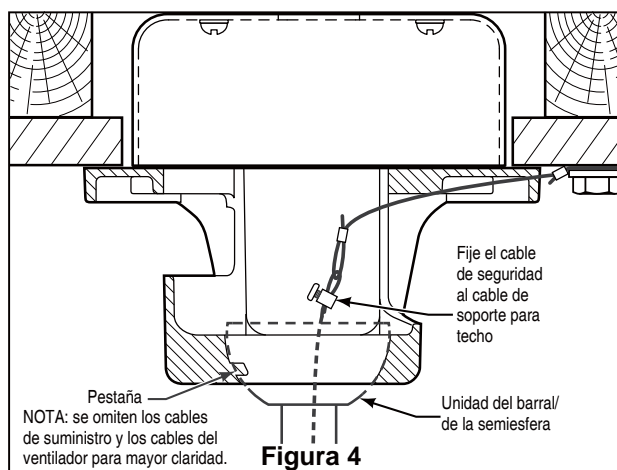

Figura 4
4. Coloque el soporte de la varilla y alinee los orificios de la clavija de horquilla en ambas piezas. Instale la clavija de horquilla y asegúrela con la pinza de horquilla. Fije los dos tornillos de presión y las tuercas de seguridad en el soporte de la varilla interior. (Figura 4)
4. Levante cuidadosamente el ventilador y coloque el ensamble de la bola para colgar/varilla en la abrazadera para colgar que acaba de fijar a la caja de salida. Asegúrese de que la ranura de la bola esté alineada con la lengüeta de la abrazadera para colgar. (Figura 4)
5. Fije el cable de seguridad al cable de soporte para techo. Deslice la abrazadera de cables por el cable de seguridad (del ventilador). Pase el extremo del cable a través del aro que forma el cable de soporte para techo. Tire lo más posible del cable a través del aro. Inserte el extremo del cable en el orificio de la abrazadera y ajuste firmemente el tornillo. (Figura 4)